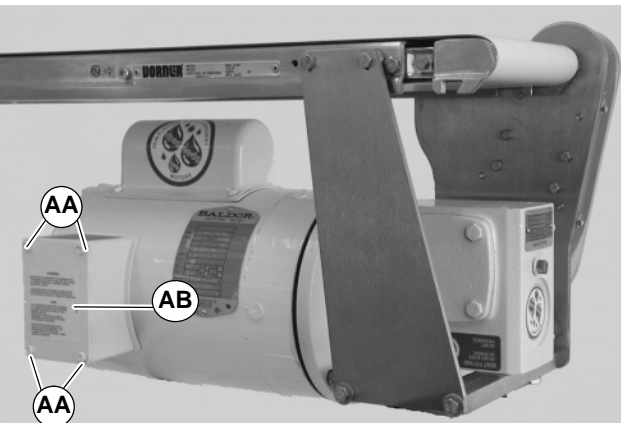

Abbildung 34
1. Die Schrauben an dem Klemmenkasten (AA siehe Abbildung 34) entfernen und Abdeckung (AB) abnehmen.